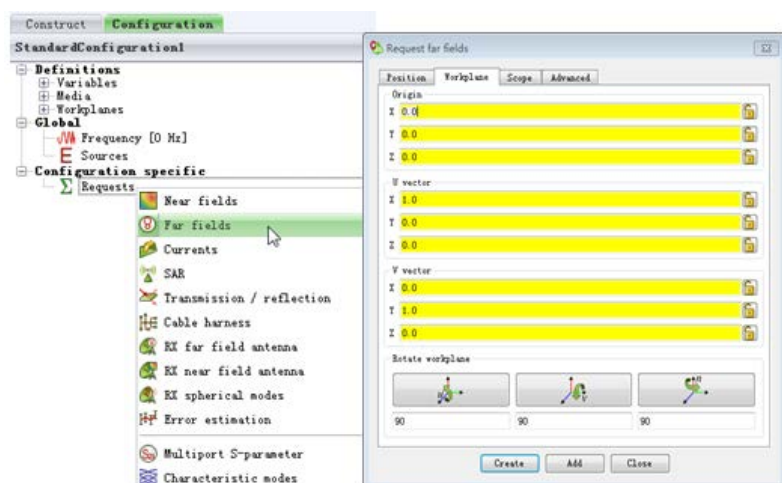

图 3-45 基于 Workplane 定义求解参数
- 理想球面模式场接收——RX spherical modes，如图 3-45 所示。